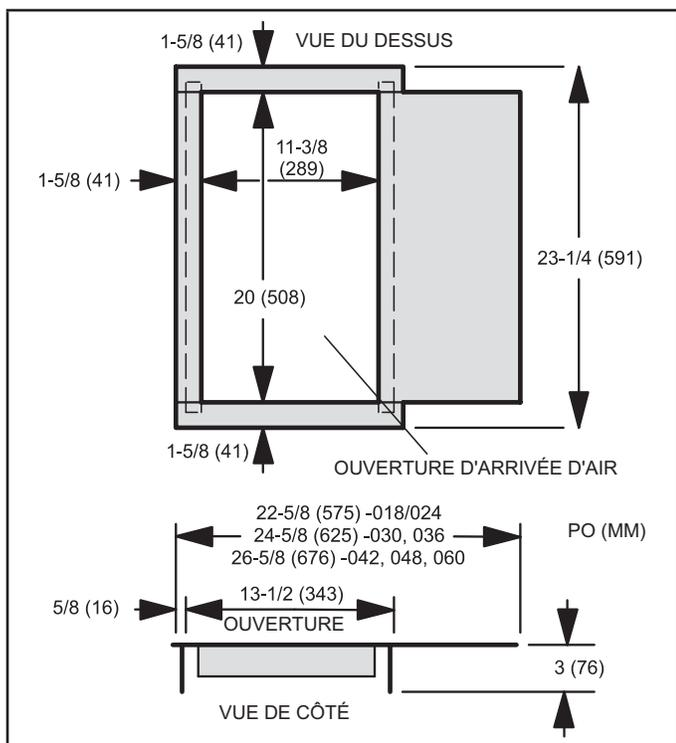

FIGURE 10. Dimensions de la base supplémentaire pour configuration descendante
- 9 - Découpez une ouverture de taille appropriée pour la base combustible. Les dimensions de la base sont illustrées à la figure 10. L'ouverture faite, placez la base supplémentaire dans l'ouverture. Raccordez le plénum d'air d'alimentation sur la base. Installez l'unité sur la base de manière à ce que les brides de l'unité s'engagent dans l'ouverture de la base et assurent l'étanchéité contre les bandes d'isolation. L'unité est maintenant verrouillée en position. Installez le plénum de retour d'air et fixez-le avec des vis à tête.